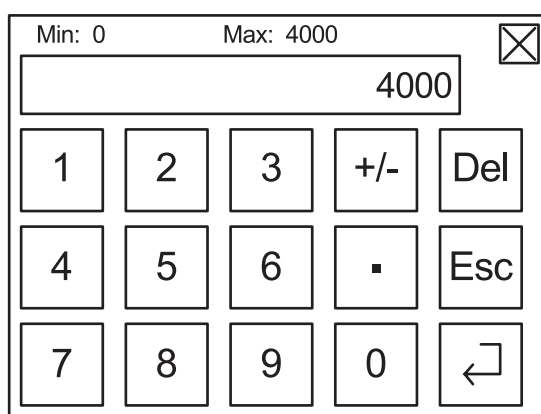

Figura 7.
- Pulse en el área de visualización de velocidad o fuerza centrífuga (FCR) , según se requiera, se abrirá una ventana de configuración como se muestra en la Figura 7. Introduzca el valor deseado y pulse la flecha de retorno  para salir de la ventana del teclado numérico. El valor introducido se establecerá como parámetro de velocidad.